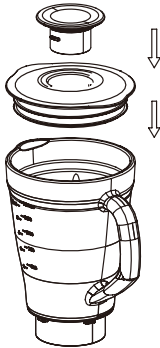

Fig 1
1. Helyezze a mérőpoharat a beöntőnyílásba (9) így megakadályozva, hogy a kehelyben (11) lévő tartalom le legyen zárva. (Fig. 1)